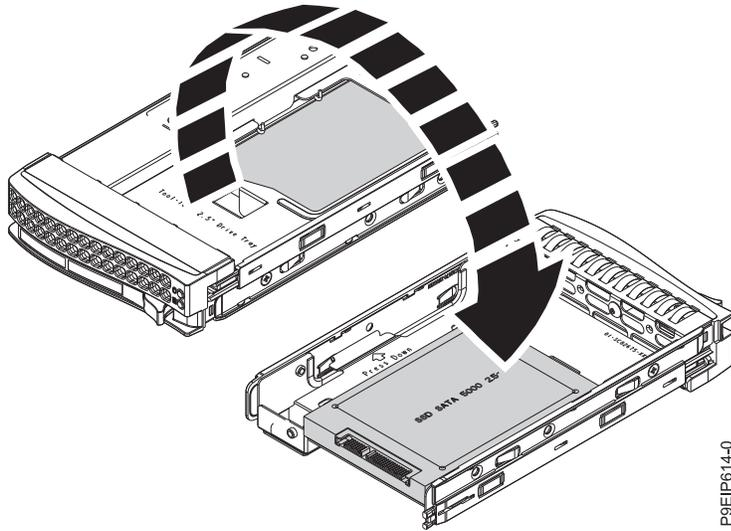

図 6. 2.5 型トレイを裏返しにする
- a. トレイを裏返して、上面を下に向けます (9 ページの図 6 を参照)。